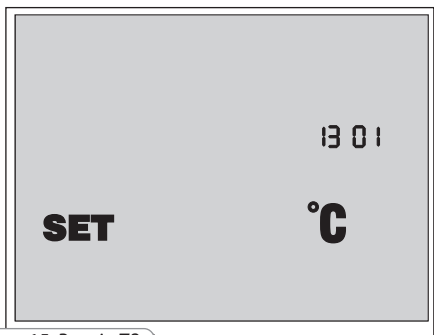

Рис. 15. Версія ПЗ
- Натисніть кнопку  для відображення на дисплеї панелі керування коду плати контролера та коду версії програмного забезпечення (рис. 15).